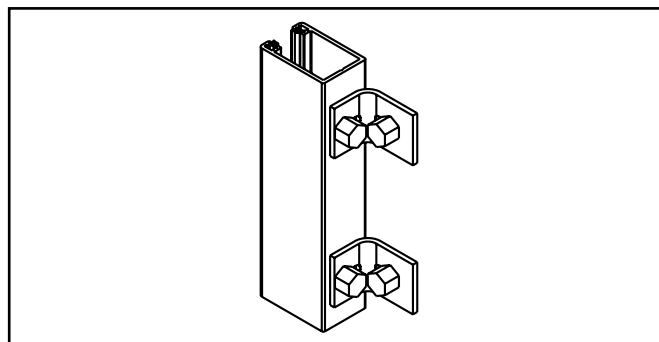

Abb. 13 : Montage mit Winkel WO1
- Befestigungswinkel: siehe Tabelle 8 und Abb. 13